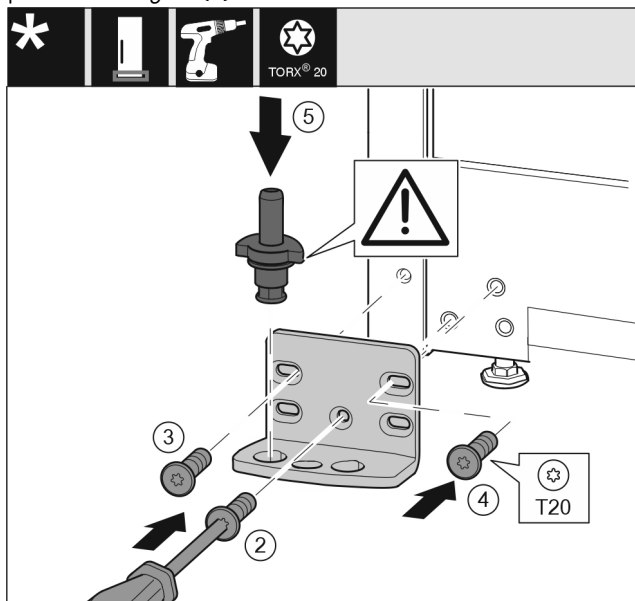

Fig. 18
- ▶ Applicare il blocco di supporto sull'altro lato e avvitare con un cacciavite T20. Iniziare dalla vite 2 in basso al centro. Fig. 18 (2)
- ▶ Serrare la vite 3 e 4. Fig. 18 (3,4)
- ▶ Inserire completamente il perno di supporto. Fare attenzione che la camma di arresto sia rivolta verso il lato posteriore. Fig. 18 (5)